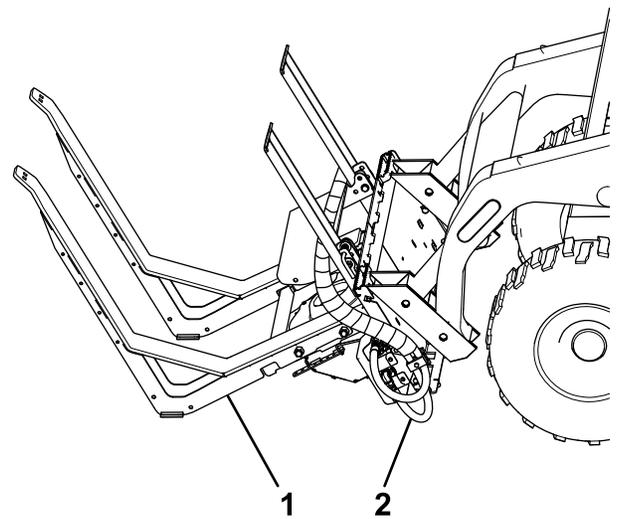

Bild 9
4. Verbinden Sie die Hydraulikschläuche mit den Anschlüssen der Maschine (Bild 9).
1. Fahren Sie mit dem Kompaktlader vorwärts an die Rückseite der Streuerrahmens (Bild 9).